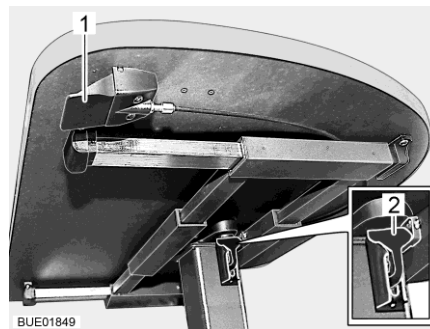

Bild 39 Hubtisch mit Entriegelungstaste
- Verriegelungshebel (Bild 39,2) nach unten ziehen oder drücken.
- Verriegelungshebel (Bild 39,2) nach oben drücken.
- Entriegelungstaste (Bild 39,1) drücken und gedrückt halten. Die Tischplatte fährt selbsttätig bis zum Endanschlag nach oben.
- Entriegelungstaste (Bild 39,1) loslassen. Die Tischplatte bleibt in der gewählten Position stehen.
- Entriegelungstaste (Bild 39,1) drücken und gedrückt halten.
- Entriegelungstaste (Bild 39,1) loslassen. Die Tischplatte bleibt in der untersten Position stehen.